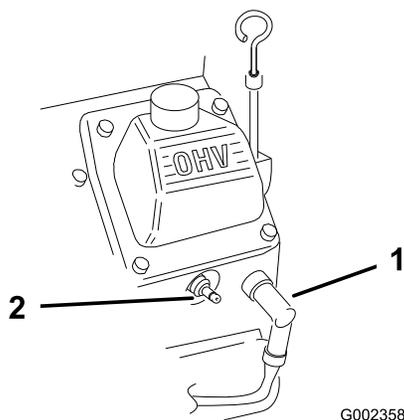

Рисунок 26
2. Отсоедините провода от свечей зажигания (Рисунок 26).